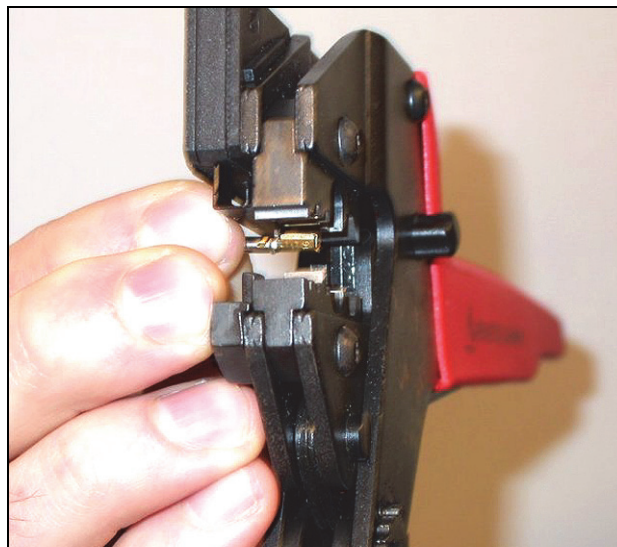
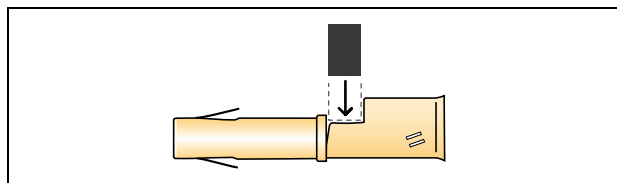

figura 30.12: Engaste de um contacto de tomada (1)
figura 30.13: Posicionamento de um contacto de tomada
- 10 Coloque um contacto de tomada na ferramenta de engaste (ferramenta 3, consulte a figura 30.12). A parte superior da ferramenta de engaste tem uma aresta para posicionar o contacto de tomada na ferramenta (consulte a figura 30.13).